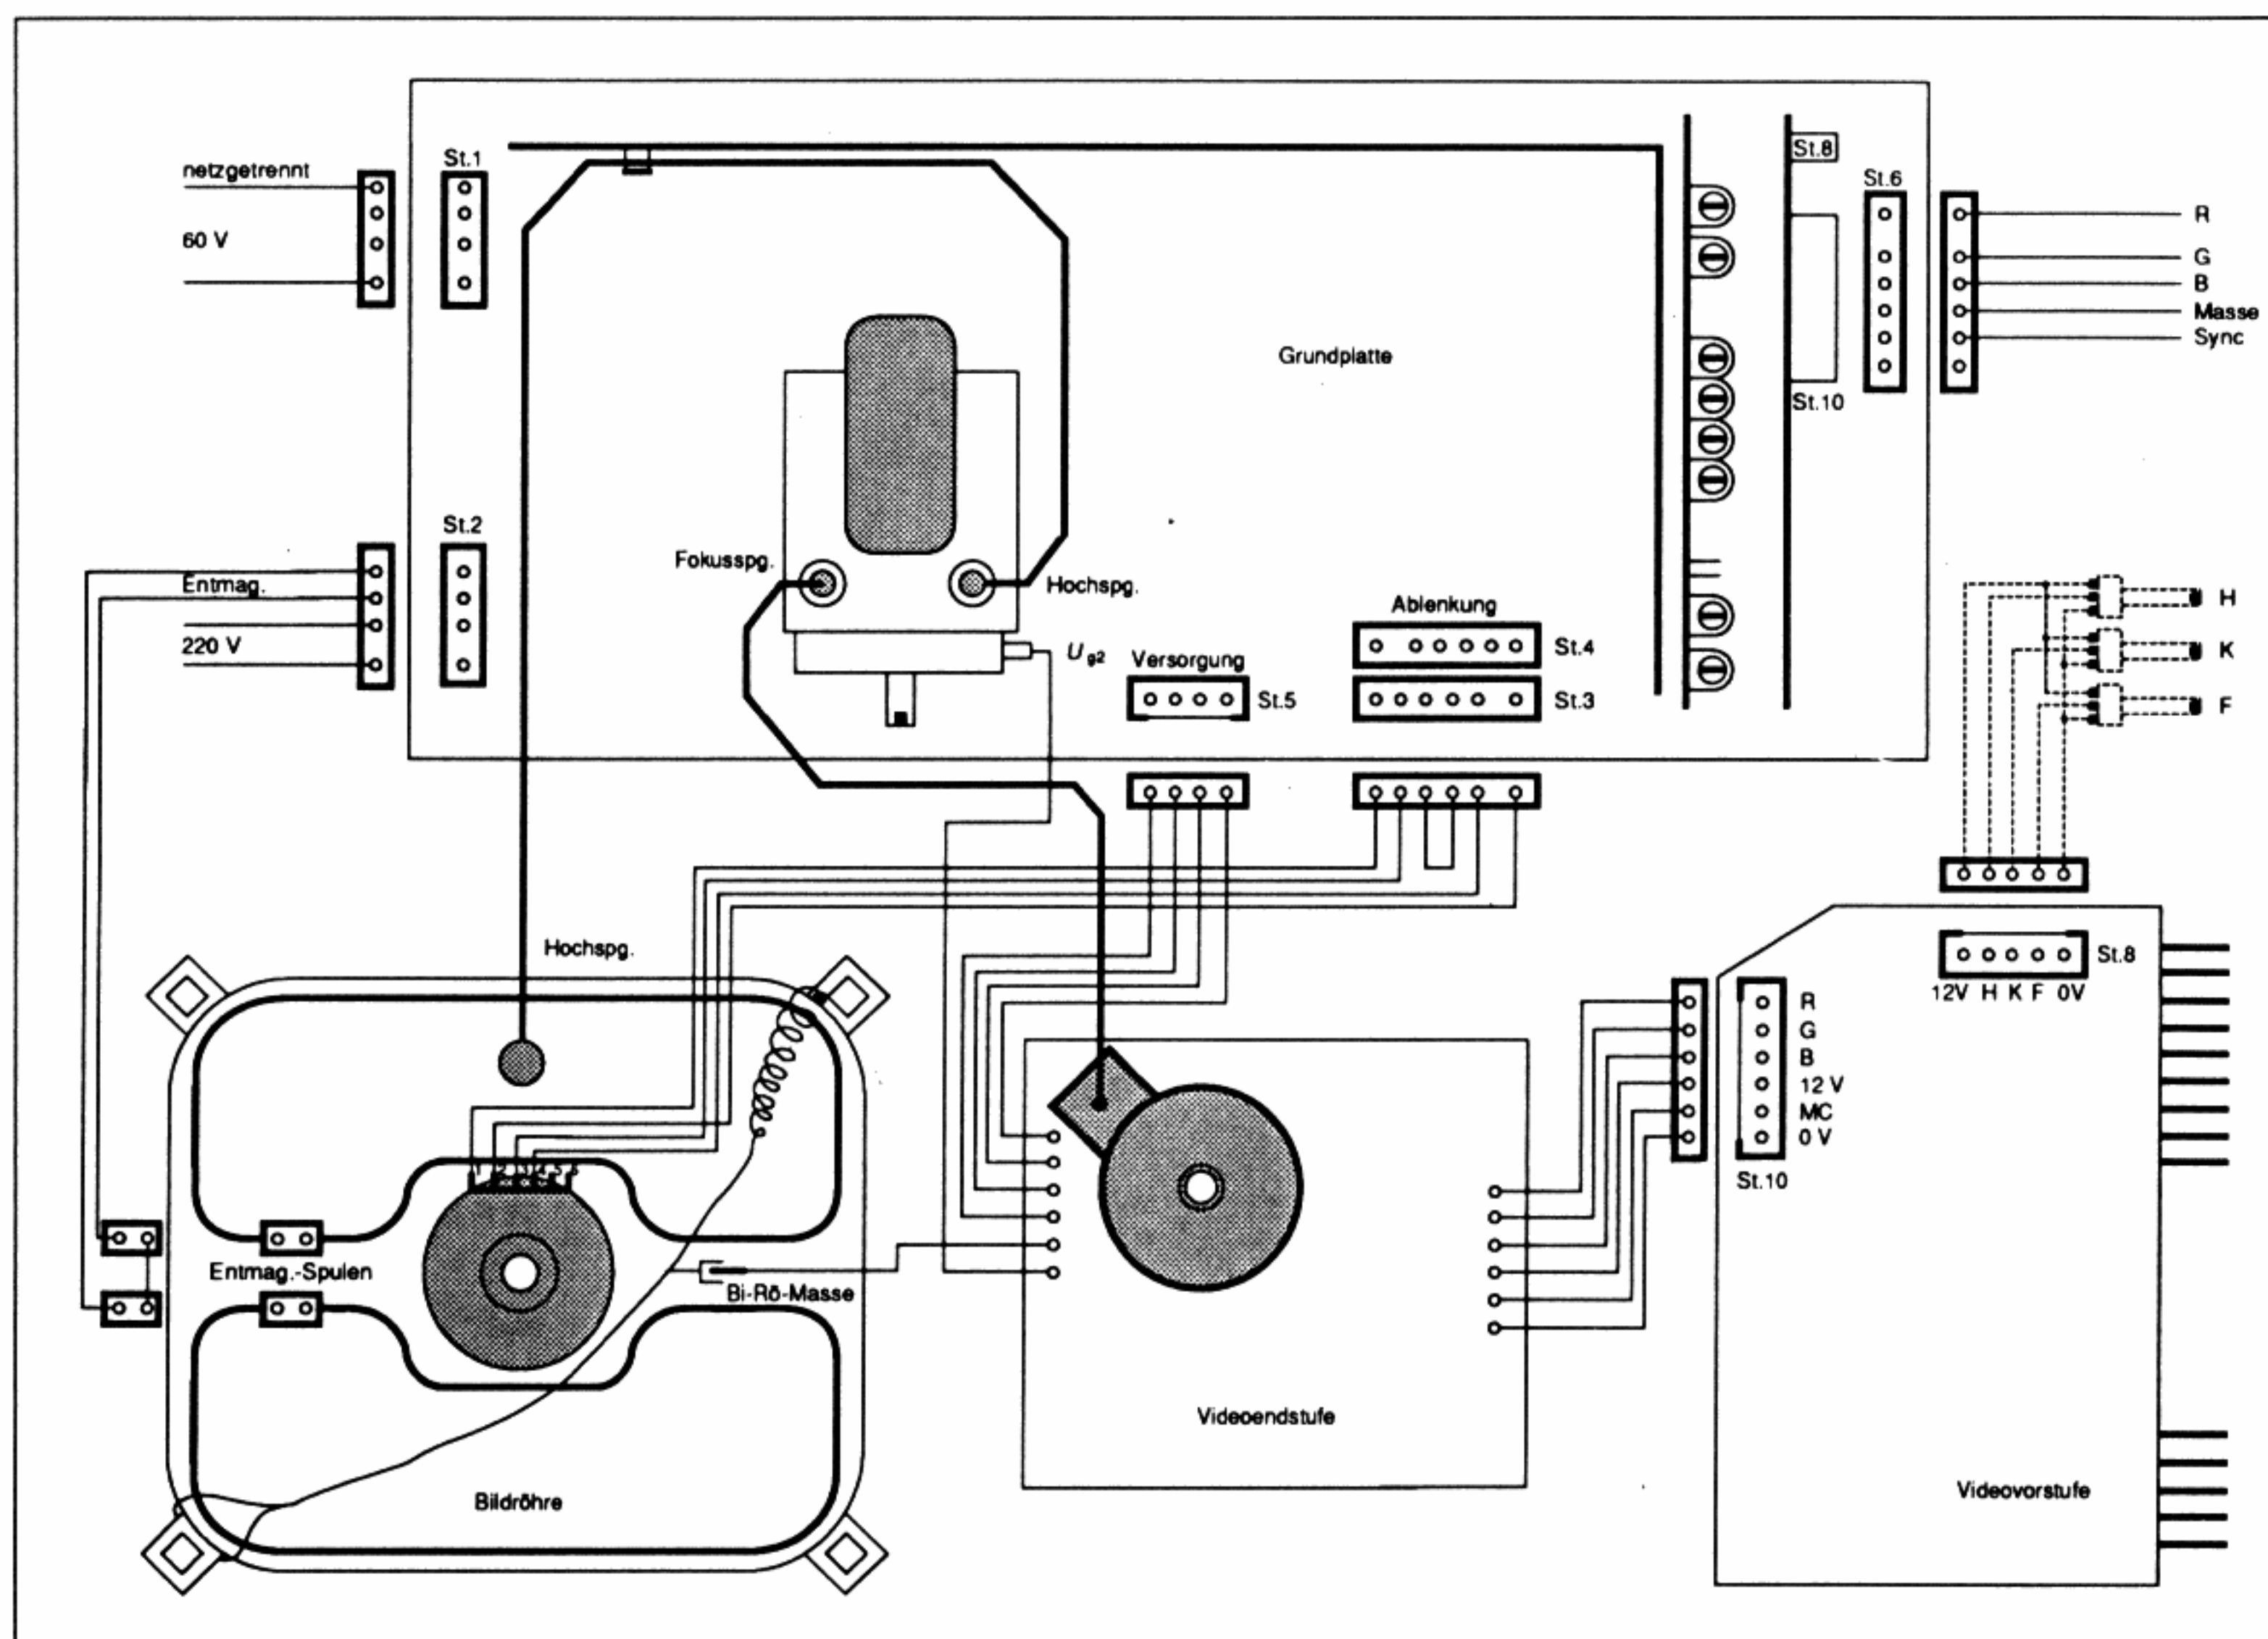

Bild 3. Verbindungsplan des Valvo Compact Chassis VCC 93/10 und VCC 94/10
- Helligkeit, Kontrast, Farbe (auch für R,G,B) sind über von außen zugeführte Gleichspannungen (1 ... 12 V) einzustellen (siehe Verbindungsplan in Bild 3).
Die einzelnen in den folgenden Abschnitten erläuterten Positionen der Valvo Compact Chassis sind in Bild 2 gekennzeichnet. Bild 3 zeigt den Verbindungsplan zum Aufbau eines Sichtgerätes.
Der Weißabgleich kann mit den Potentiometern P 401 für Rot, P 402 für Grün, P 403 für Blau auf der Bildröhren-Sockelplatine durchgeführt werden. Helligkeit, Kontrast und Farbe werden durch von außen zugeführte Gleichspannungen zwischen 0 V und 12 V eingestellt. Über den Stecker 8 werden die Außenpotentiometer (nicht im Lieferumfang enthalten) mit dem Chassis verbunden (vgl. Verbindungsplan in Bild 3).